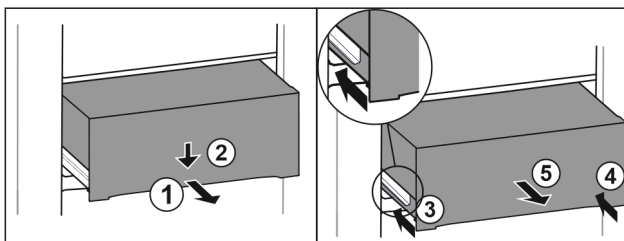

Fig. 100
- ▶ Træk skuffen halvt ud. Fig. 100 (1)
- ▶ Tryk skuffen ned på forsiden. Fig. 100 (2)
- ▶ Skub venstre skinne ca. 2 cm ind. Fig. 100 (3)
- ▶ Skub højre skinne ca. 2 cm ind. Fig. 100 (4)
- ▶ Tag skuffen ud fremefter. Fig. 100 (5)